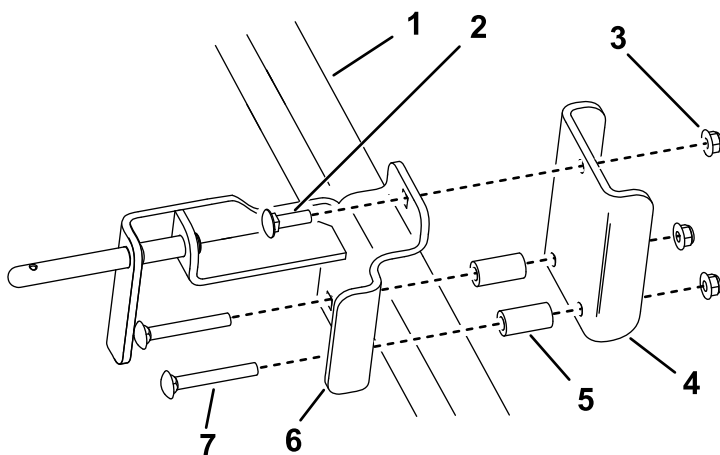

Figure 4
4. Avec 1 boulon de carrosserie (3/8 x 1¹/₄ po), 2 boulons de carrosserie (3/8 x 2³/₄ po), 2 entretoises et 3 écrous (3/8 po), fixez légèrement le support avant et la plaque d'appui au cadre tubulaire droit, à 44 cm (17¹/₄ po) environ devant le support arrière (Figure 3), comme montré à la (Figure 4).
8. Si vous installez le système de ramassage sur la machine, déposez les supports avant et arrière (voir Figure 2 et Figure 4). Utilisez les boulons et écrous du support arrière pour fixer le carénage du ventilateur sur la machine.